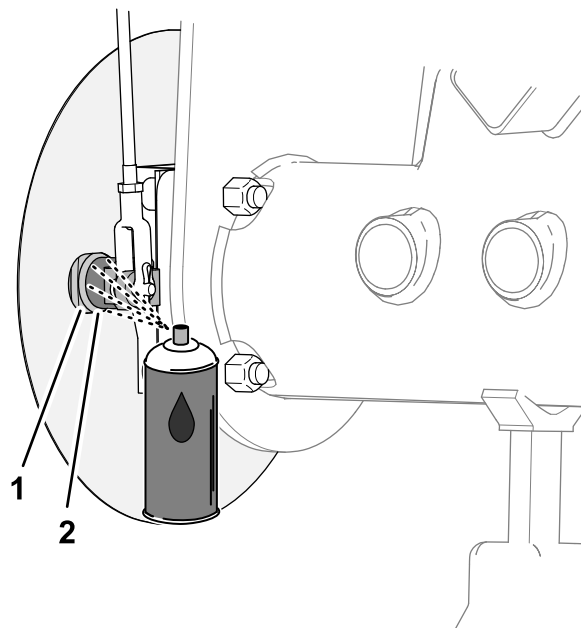
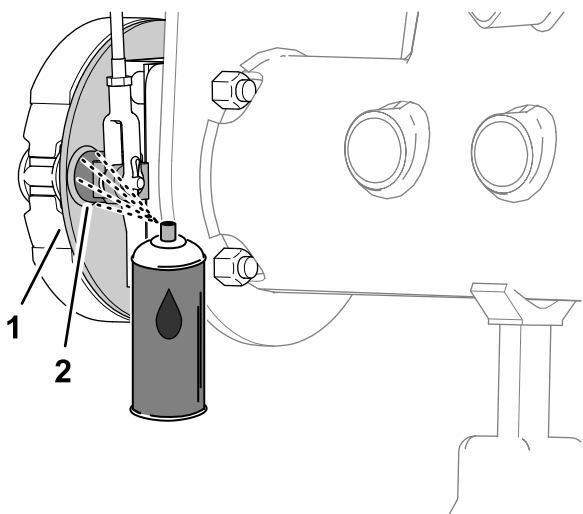

Bild 68
Bild 67
1. Sprühen Sie auf der Innenseite des Brems-Stützplatte (Maschinen ohne dem optionalen Grasschutzblech an den Felgen) oder des Radschutzblechs (Maschinen mit dem optionalen Grasschutzblech an den Felgen) Kriechöl zwischen die Bremsnockenwelle und der Brems-Stützplatte (Bild 67 oder Bild 68).